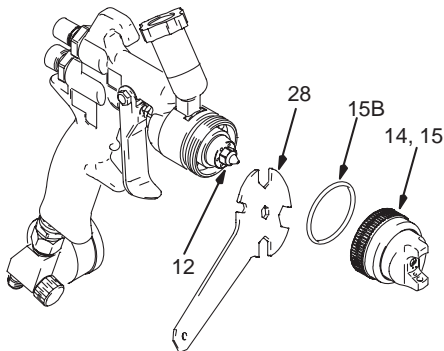

Fig. 22
3. Rimuovere la fascia di fissaggio del cappello dell'aria (15) e il cappello dell'aria (14). Rimuovere e sostituire la guarnizione (15B). Vedere Fig. 22.